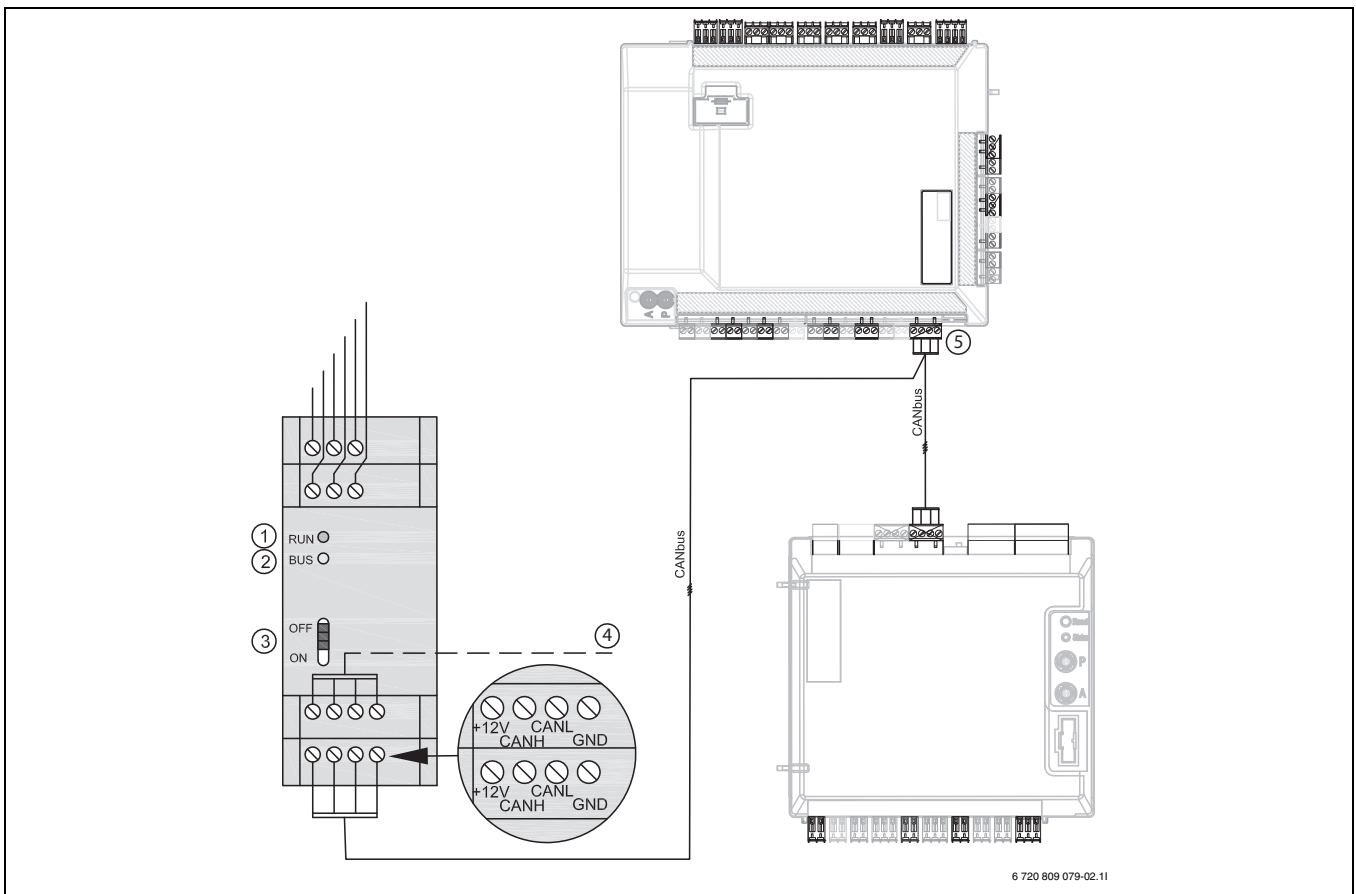

Fig. 2
- ▶ CANbus-kabel tussen installatiemodule in warmtepompmodule en vermogensbewaking aansluiten (→ afb. 2, 19). De kabel op de installatiemodule parallel op dezelfde klem als de warmtepomp aansluiten. In de vermogensbewaking kan elke willekeurige klem voor in- of uitgaande CAN-BUS-kabels worden gebruikt (→ [4] afb. 2, pagina 19).
- ▶ Afsluitweerstand op installatiemodule openen (→ [5] afb. 2, pagina 19).
- ▶ Vermogensbewaking (RCAN) afsluiten, wanneer deze de laatste eenheid op het CANbus-circuit is (→ [3] afb. 2, pagina 19).
De bedrijfslamp (→ [1] afb. 2, pagina 19) brandt groen, wanneer een vermogensbewaking is aangesloten en ingeschakeld.
Wanneer de CANbus actief is, brandt de CANbus-lamp (→ [2] afb. 2, pagina 19) geel. Wanneer de CANbus passief is, knippert de lamp geel.
- ▶ Raccorder le câble du bus CAN entre le module d'installation dans le module de pompe à chaleur et le délesteur (→ fig. 2, page 19). Brancher le câble au module d'installation de façon parallèle sur la même borne que la pompe à chaleur. Dans le délesteur, n'importe quelle borne de raccordement peut être utilisée pour les câbles CAN-BUS entrants ou sortants (→ [4] fig. 2, page 19).
- ▶ Ouvrir la terminaison du module d'installation (→ [5] fig. 2, page 19).
- ▶ Terminer le délesteur (RCAN) lorsqu'il constitue la dernière unité de la boucle de bus CAN (→ [3] fig. 2, page 19).
Le témoin lumineux de fonctionnement (→ [1] fig. 2, page 19) s'allume en vert lorsqu'un délesteur est raccordé et enclenché.
Lorsque le bus CAN est actif, le témoin de bus CAN (→ [2] fig. 2, page 19) s'allume en jaune. Lorsque le bus CAN est passif, le témoin clignote en jaune.